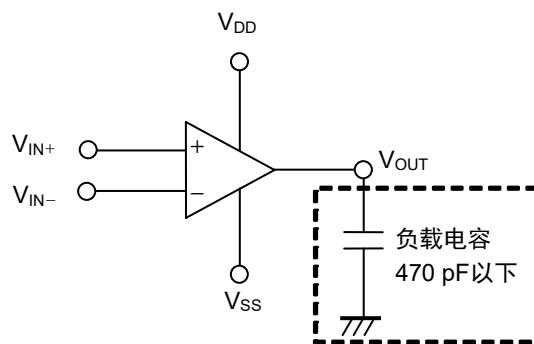
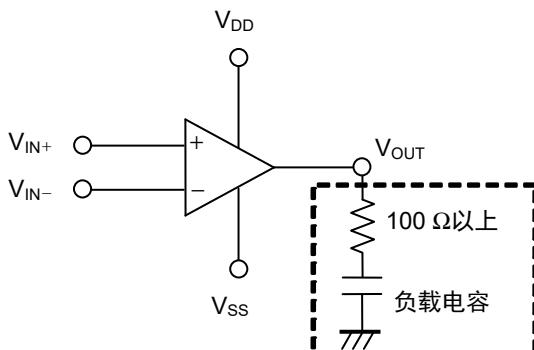
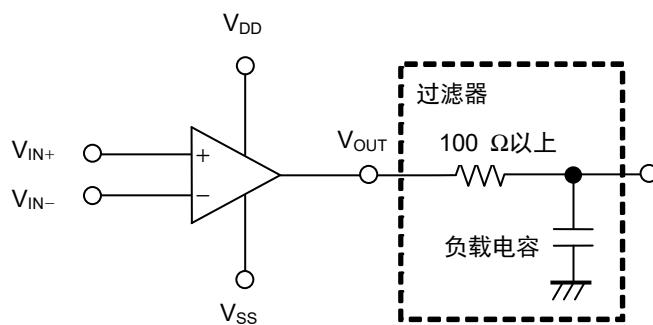

图15
图16
图17
- 如图15所示，即使在本IC的输出端子上直接连接470 pF以下的负载电容，依然可以稳定工作。连接了大于470 pF的较大负载电容时，如图16所示，请连接100 Ω以上的电阻。另外，为防止噪音要连接过滤器时，如果连接了大于470 pF的负载电容时，则如图17所示，需要连接100 Ω以上的电阻。